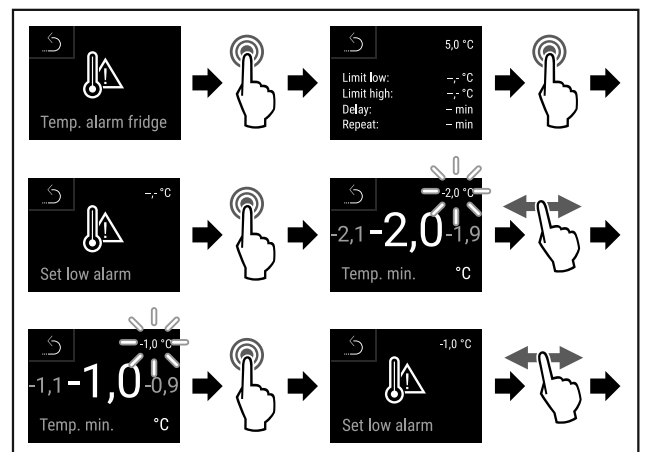

Fig. 140
- ▶ Suivre les étapes (voir Fig. 140).